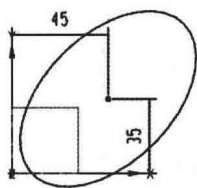

图 1-18 绘制椭圆
- (1) 在主菜单中选取“插入|草绘曲线|椭圆”命令,在【椭圆】对话框中输入大半径 50mm,小半径 30mm,旋转 45°。
- (2) 单击“指定点”按钮,在【点】对话框中输入(45,35,0)。
(3) 单击“确定”按钮,创建一个椭圆,如图 1-18 所示。